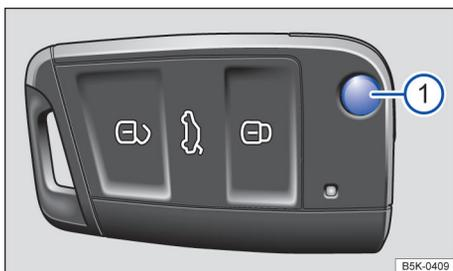

图 20 遥控钥匙
按压按钮 ⇒ 图 20① 即可解锁并翻开钥匙头。
如短时间内反复按压轿车钥匙上的按钮 ⇒ 图 20 或中央门锁某个按钮 ⇒ 第 49 页，则中央门锁系统将暂时关闭，防止系统过载。此时轿车解锁，必要时闭锁轿车。 <